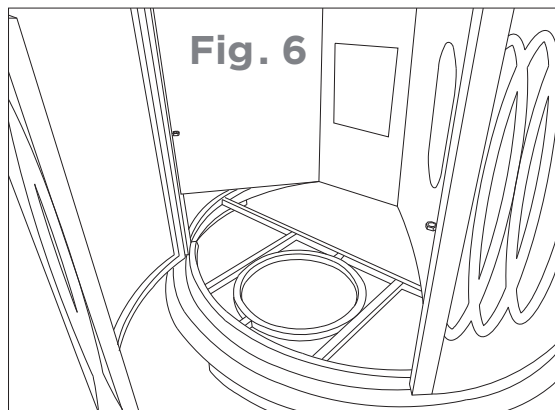

Fig. 6
1. Ouvrez la porte, et mettez la chaîne et la soupape de commande à l'extérieur (voir Fig. 6).